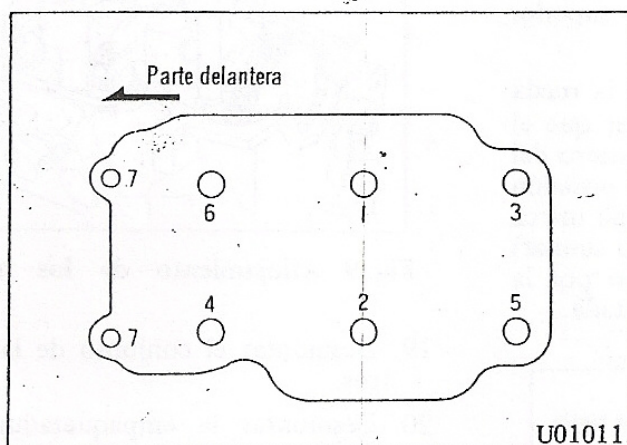

Fig. 11 Secuencia para atornillar los pernos de la culata
2. Colocar el conjunto de la culata de cilindros en el bloque de cilindros y apretar los pernos y tuercas de la culata. Los pernos y las tuercas deberán ser apretados en la secuencia que aparece en la Fig. 11, en tres o cuatro etapas, primero en forma suave y luego finalmente asegurándolos firmemente al par especificado.